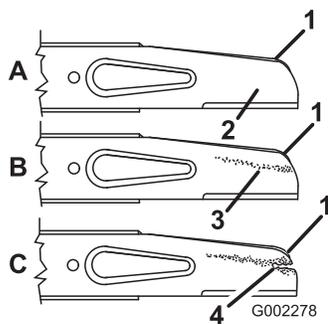

Figura 23
2. Retire el perno de la cuchilla, la arandela de freno, el acelerador y la cuchilla (Figura 23).